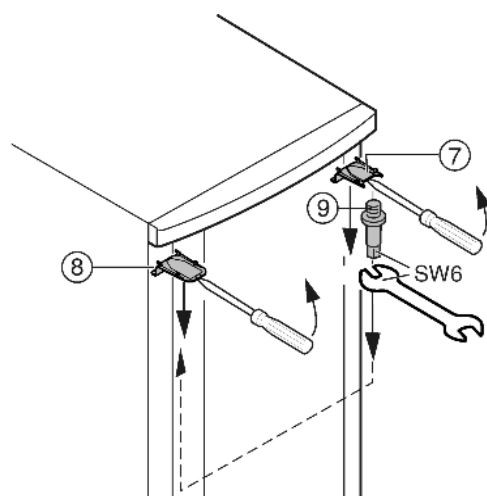

Fig. 7
- ▶ Odstraňte kryt Fig. 7 (7) a kryt Fig. 7 (8) šroubovákem vpředu uvolněte ze západek a odstraňte pohybem šikmo směrem dolů.
- ▶ Vyšroubujte ložiskové čepy Fig. 7 (9) a na protější straně zašroubujte silou (**4 Nm**).
- ▶ Namontujte opět kryt Fig. 7 (7) na straně ložiskového čepu: vzadu nasad'te, vpředu nechte zaskočit do západek.
- ▶ Namontujte opět kryt Fig. 7 (8) na protější straně: vzadu nasadte, vpředu nechte zaskočit do západek.
- ▶ Zavěste dveře nahoře do ložiskového čepu Fig. 7 (9).